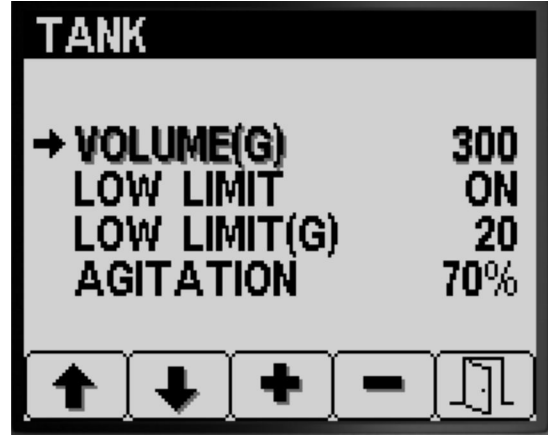

图 12
1. 按 1 号或 2 号按钮导航至 TANK VOLUME 药缸容量选项图 12。